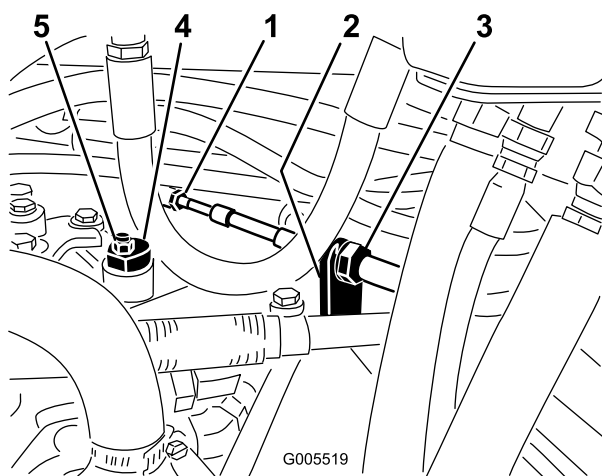

Figure 54
- A. Desserrez les écrous de blocage qui fixent le câble de commande de transmission à la cloison sur l'hydrostat (Figure 54). Desserrez les écrous de blocage uniformément et suffisamment pour permettre le réglage.
Remarque: Desserrez l'écrou de fixation de l'excentrique en haut de l'hydrostat (Figure 54).
Lorsque la route arrête de tourner, serrez l'écrou pour bloquer l'excentrique et le réglage (Figure 54). Vérifiez le réglage avec la commande d'accélérateur en position bas régime, puis haut régime.
- D. De chaque côté de la cloison, serrez les contre-écrous uniformément pour fixer le câble de transmission à la cloison (Figure 54).